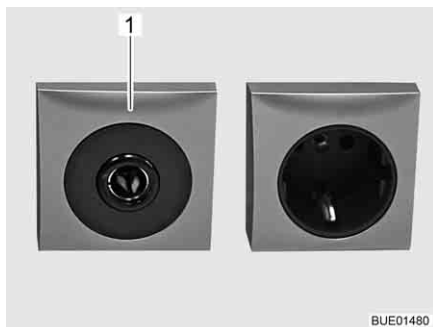

Fig. 168 Presa 12 V/10 A
- ▷ Alle prese (Fig. 168,1) della rete di bordo a 12 V, connettere solo apparecchi funzionanti al massimo a 10 A.